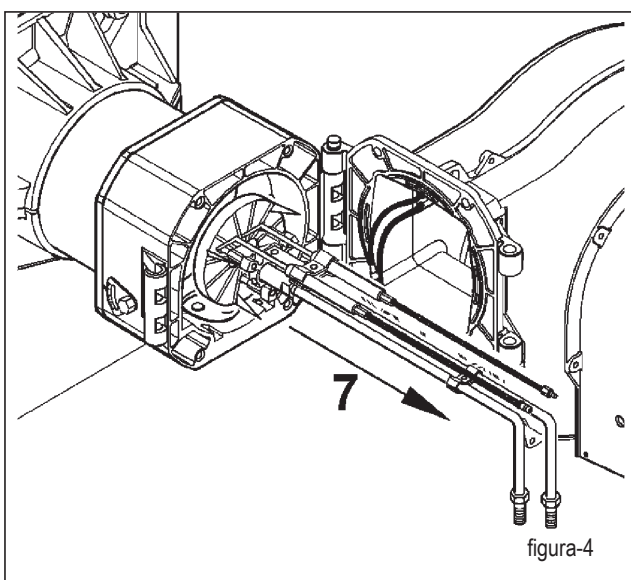

figura-4
- 4) Eleve el grupo de mezcla 6 (fig. 3) hasta que salgan los tubitos de su alojamiento y luego saque completamente el grupo en la dirección indicada por la flecha 7 de la figura 4.